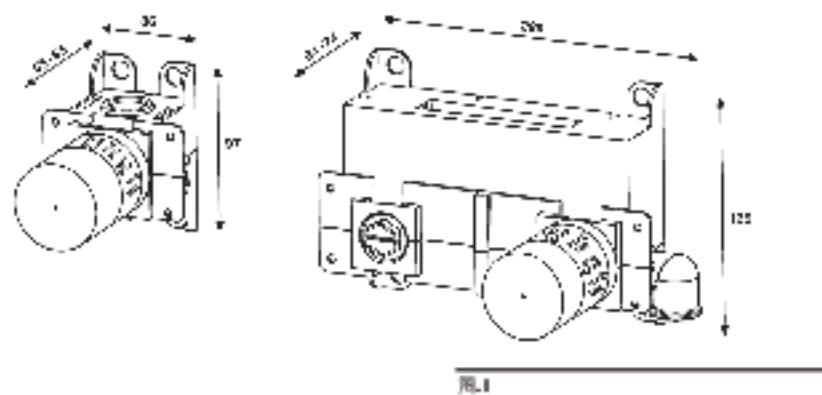

图1
- L 将带有护帽的水龙头按照图1的规定安装到准备于安装的地方。安装深度范围具有 $\text{min}$ 和 $\text{max}$ 标记。将混合水龙头连接到供水系统。
1. 按照图1标明的产品尺寸和安装尺寸(A,